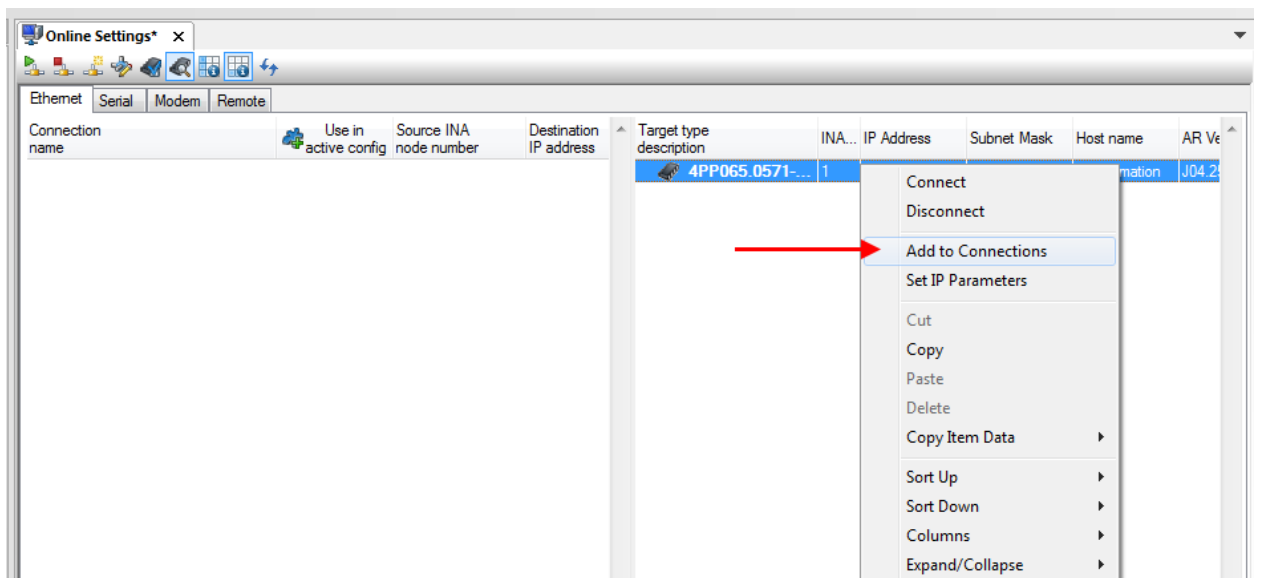

Рисунок 4.5.26. Конфигурация сетевого подключения.
1.1.1. Добавить в подключения сконфигурированный ПЛК (рис. 4.5.26).